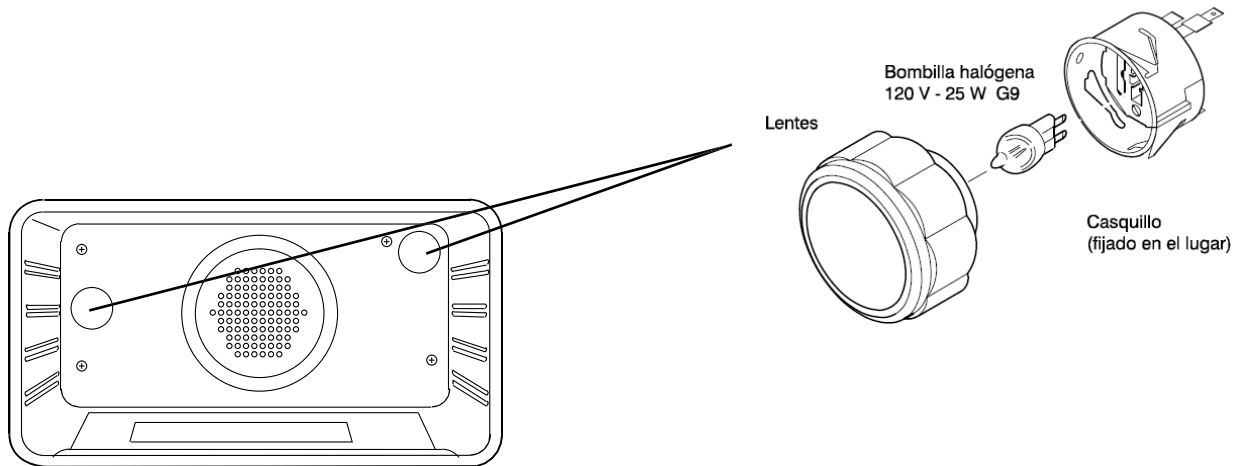

Figura 17: Lámpara del Horno
- Cada conjunto de lámparas consiste en un lente removible, un foco así como un casquillo fijo (vea la Figura 17, siguiente página).
### Reemplazar un foco (vea Figura 17, sig. página):